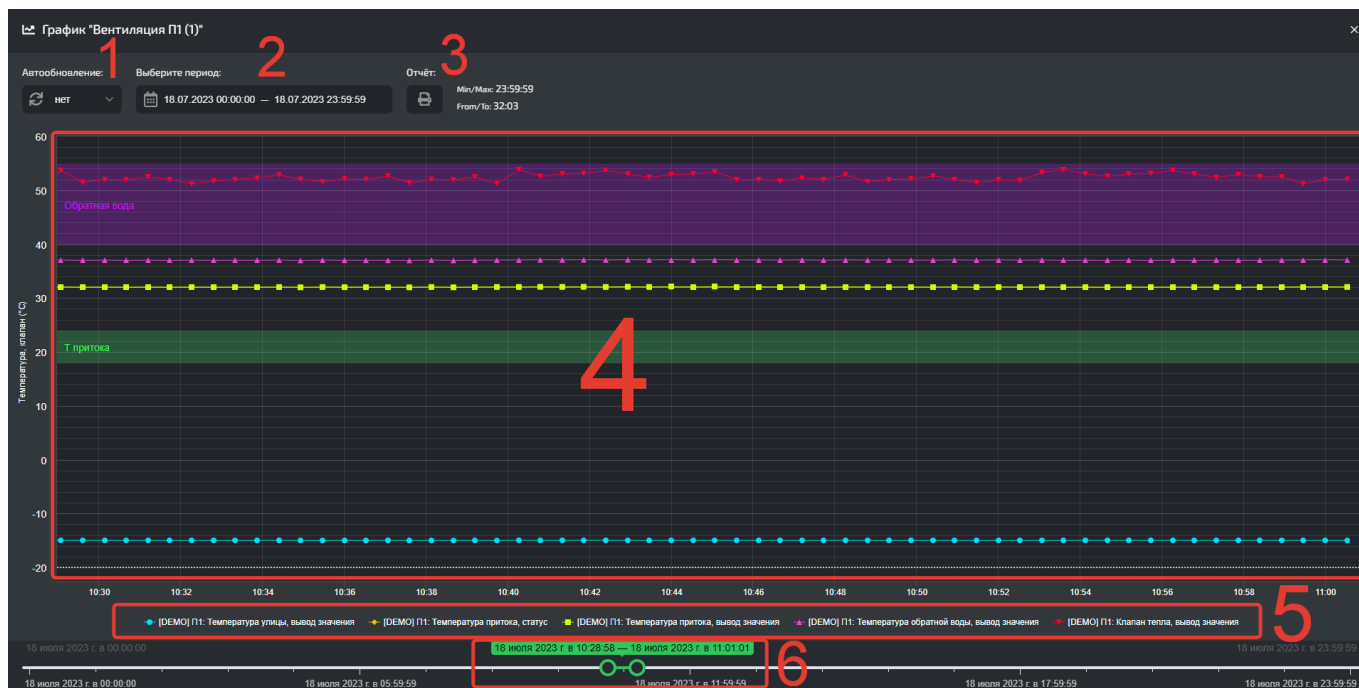

Рисунок 5 - График СТМ
6. Информативный график системы для наблюдения изменений по выбранным параметрам; (Пункт 4.2.1, Рисунок 5)